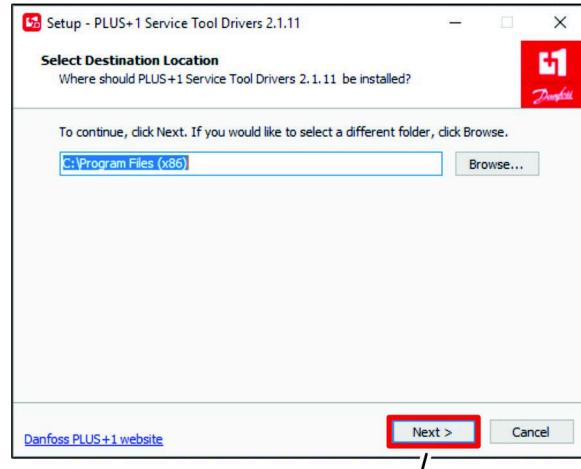

Figura 29
1. Na caixa de diálogo Select Destination Location (selecionar localização de destino, clique em NEXT (seguinte) (Figura 29).